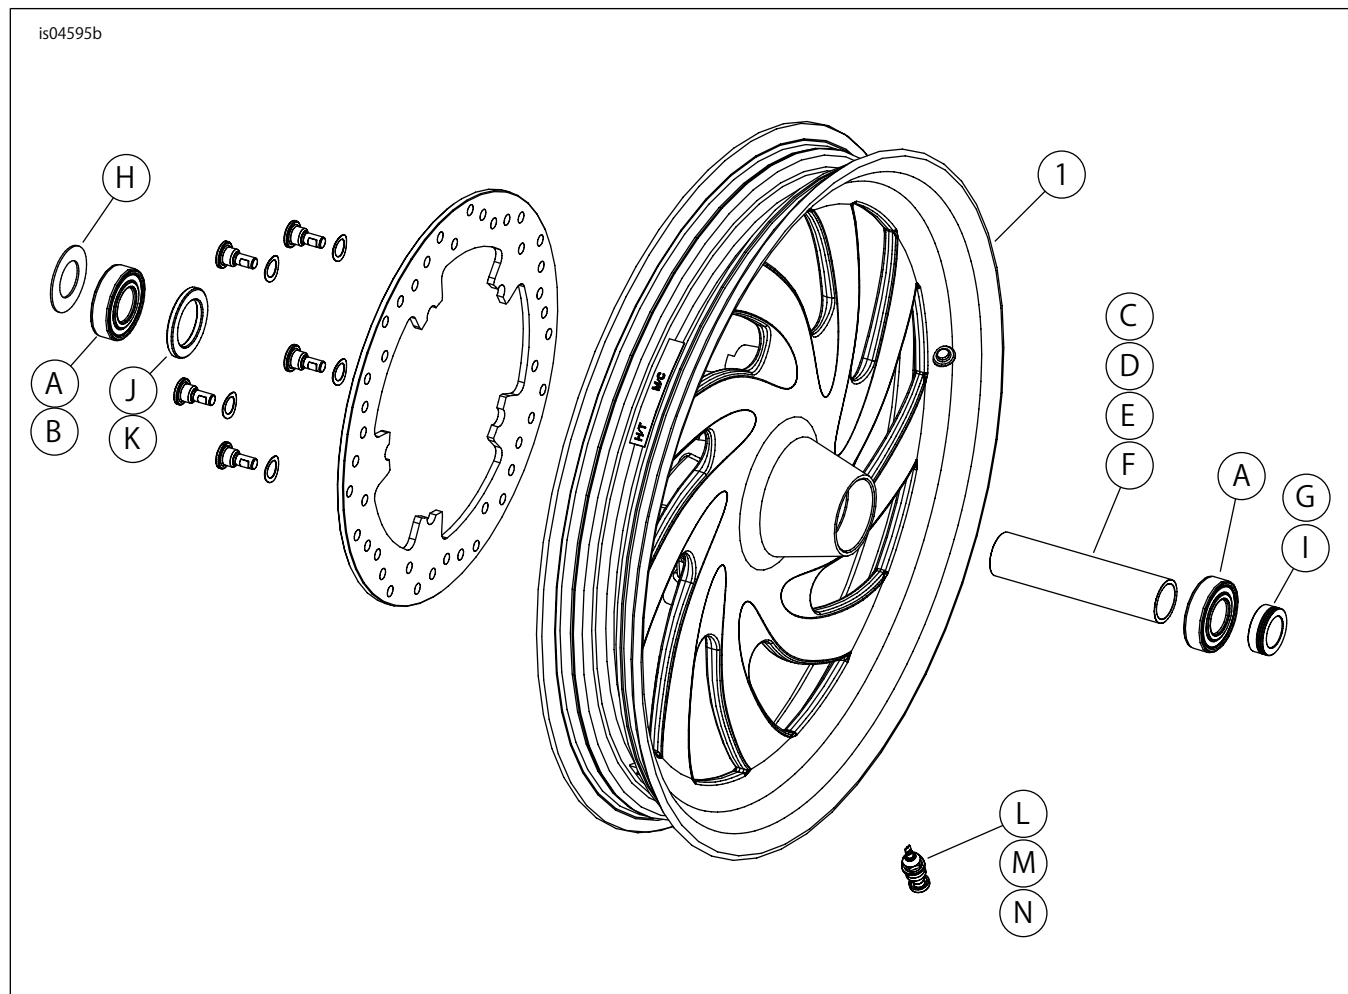

図2. 交換用パーツ: フロントタイヤ+ディスクホイール(19 in. ホイール表記)
- 「図2」を参照してください。ホイールにバルブシステムアッセンブリー(M)を取り付けます。サービスマニュアルの「タイヤ」を参照してください。